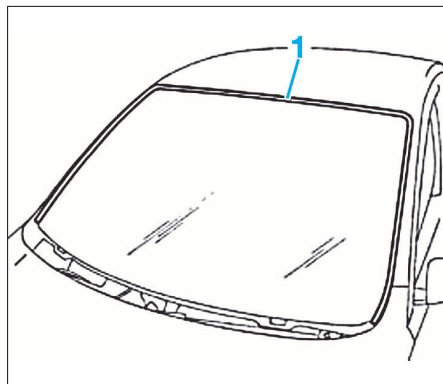

FIG. 113
- Déposer l'enjoliveur (1) (Fig.113).